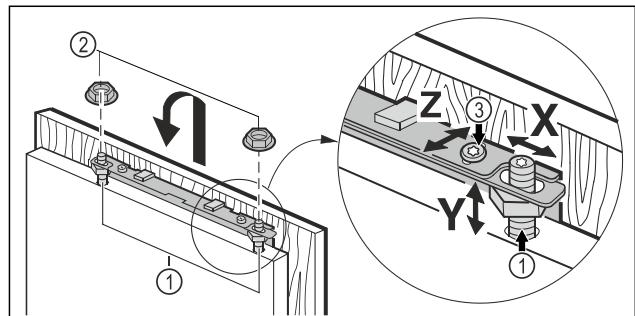

Fig. 22
- Möbeltür auf die Justagebolzen Fig. 22 (1) einhängen und Kontermuttern Fig. 22 (2) locker auf die Justagebolzen schrauben.
- Möbeltür in der Höhe **Y** und in der seitlichen Neigung ausrichten: Justagebolzen Fig. 22 (1) mit einem Schraubendreher einstellen.
- Kontermuttern Fig. 22 (3) anziehen.